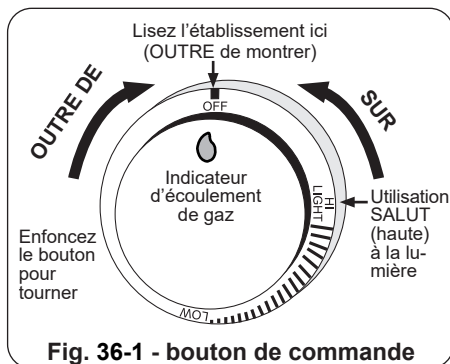

Fig. 36-1 - bouton de commande
**Pour votre convenance et sûreté ; quand le bouton de commande est tourné a la position de fonctionnement, l'indicateur d'écoulement de gaz changera de bleu en le rouge. (Le rouge indique l'écoulement de gaz.) Voir la Fig. 36-1.**